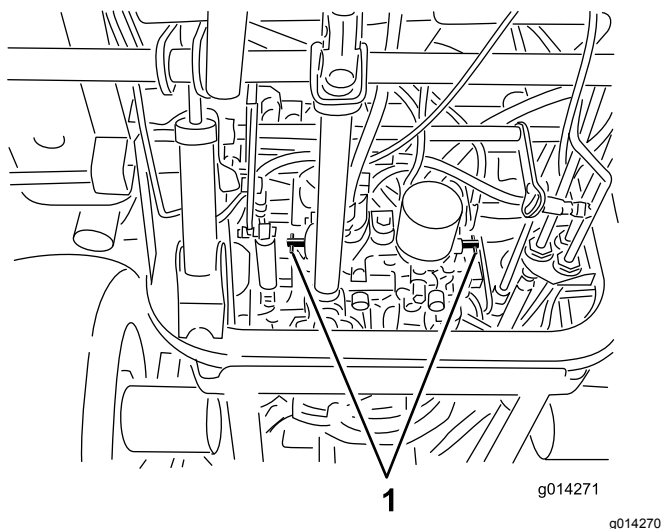

Figura 26
3. Girate ogni valvola di bypass di un giro in senso antiorario (Figura 26).
1. Girate ogni valvola di bypass di un giro in senso orario e serratela a mano (Figura 26).
2. Serrate le valvole a circa 8 N·m, come illustrato nella Figura 26.